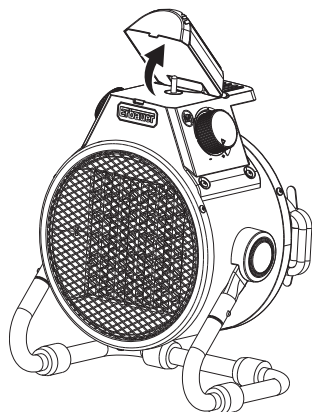

Figura 1
1. Ridică lumina în poziția maximă, până la 90° față de poziția închisă. Lumina se va aprinde automat la jumătatea distanței, când este eliberat microcomutatorul, ca în figura 1.